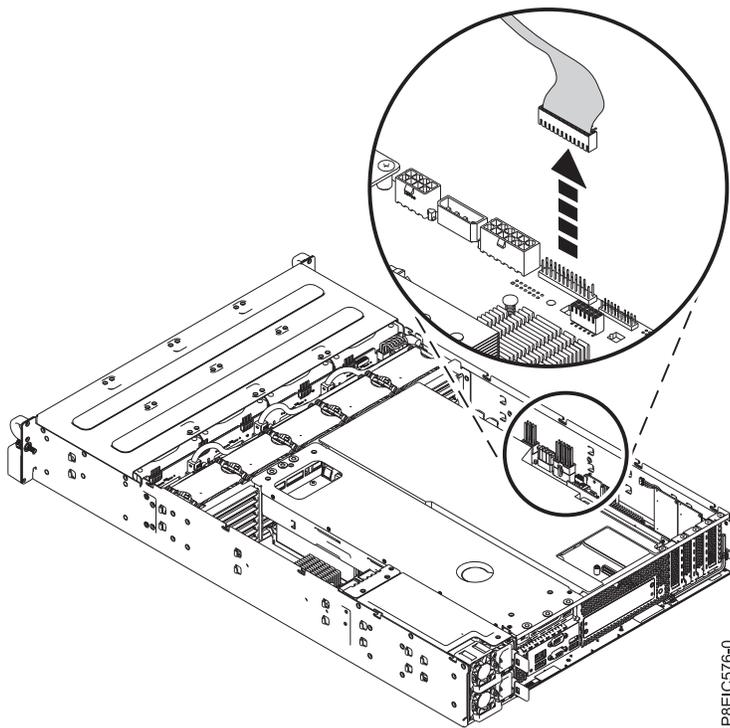

Abbildung 68. Steuerkabel des Bedienfelds abziehen
7. Entfernen Sie das Steuerkabel des Bedienfelds von der Systemrückwandplatine (siehe Abb. 68).